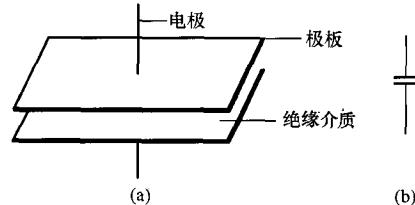

图 1-6 平板电容器的结构原理
(1) 电容器：任何两块金属导体，中间用不导电的绝缘材料隔开，就形成一个电容器，如图 1-6 (a) 所示。
(2) 电容：实验证明，电容器极板上所带电量和电容两端电压 U_c 成正比，用公式表示为 $Q = C U_c$